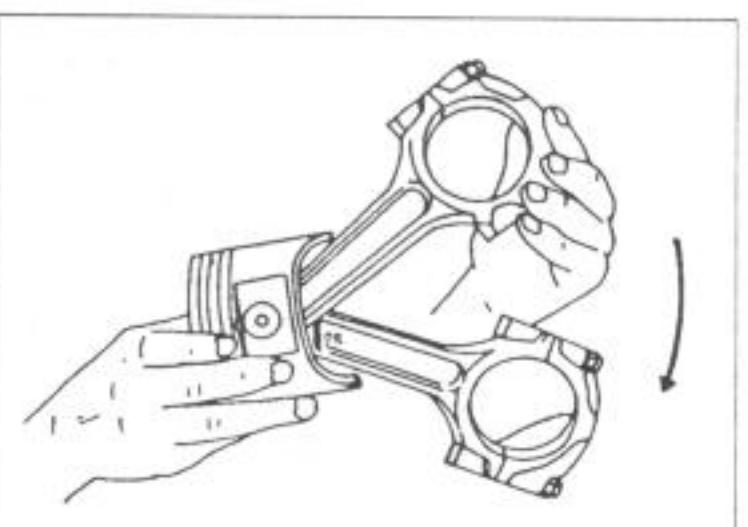

Рис. 91.
- Проверить, чтобы поршни после сборки можно было легко откидывать на шатуне вверх-вниз. Для этого нужно держать поршень одной рукой, а другой двигать шатун, как показано на рис. 91.